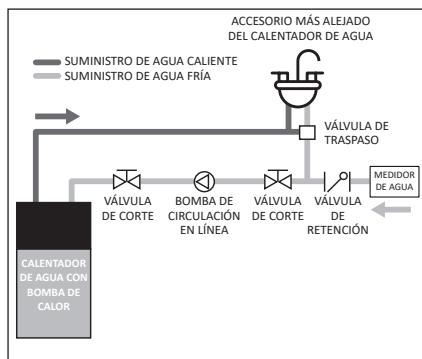

Figura 21 - Diagrama de líneas de recirculación bajo demanda..
**IMPORTANTE:** El sistema o bomba de recirculación debe cumplir con los códigos locales y provinciales. Al implementar el bucle de recirculación, se debe instalar una válvula de traspaso en el accesorio más alejado del calentador de agua, y se debe instalar una bomba de circulación en línea a pedido en la línea de suministro de agua fría (vea la Figura 21). Consulte las instrucciones de instalación del fabricante y los requisitos para la válvula de traspaso y la bomba de circulación.